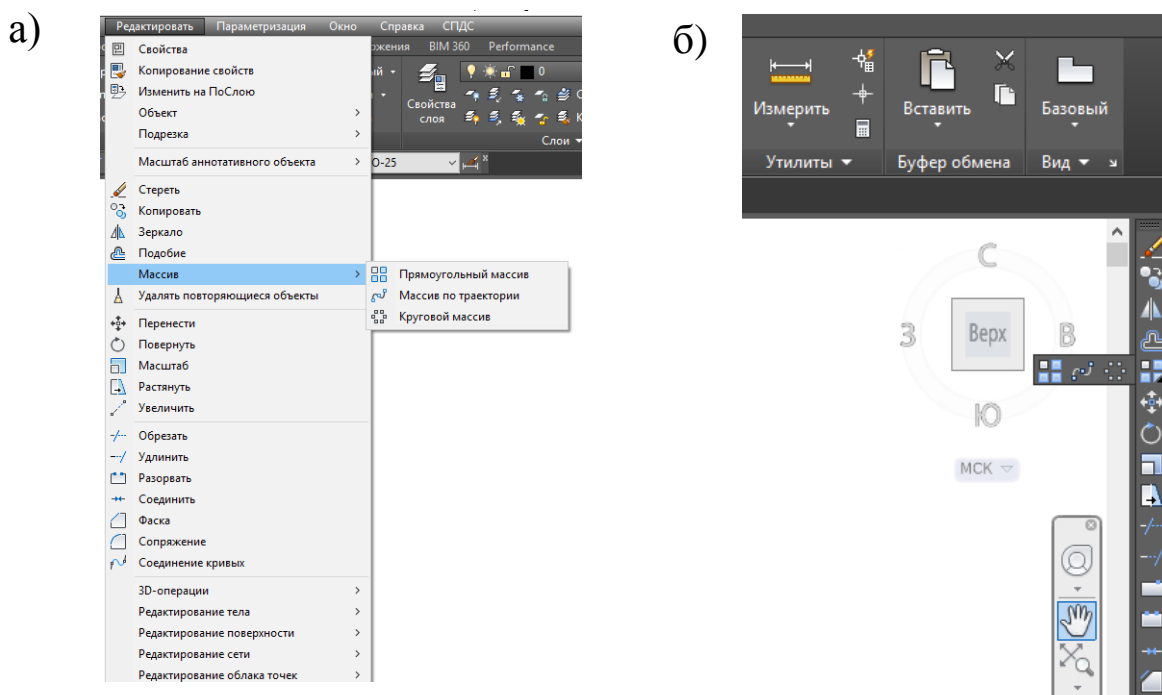

Рис. 1. Вызов инструмента *Массив* в падающем меню (а) и в панели инструментов (б)
- 1) в падающем меню *Редактировать* (рис. 1, а);
- 2) в панели инструментов *Редактировать* (рис. 1, б), с использованием пиктограммы Массив;